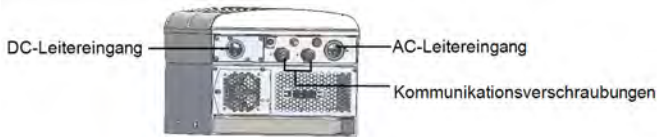

Abbildung 43: Schnittstelle der Primäreinheit
1. Schließen Sie die DC-Seite wie folgt an, siehe *Abbildung 43*: